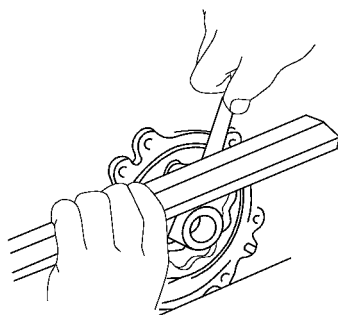

图 3-14 检查侧隙
(3) 检查侧隙。使用塞尺和直尺，按图 3-14 所示测量侧隙。